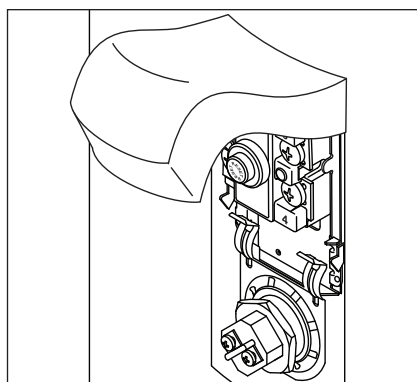

Figure 50 - Panneau d'accès à l'élément/compartiment de limiteur ECO.
- 3 Retirer le panneau d'accès supérieur du chauffe-eau, puis écarter avec précaution l'isolation et le couvercle en plastique de l'élément/du limiteur ECO (Figure 50).